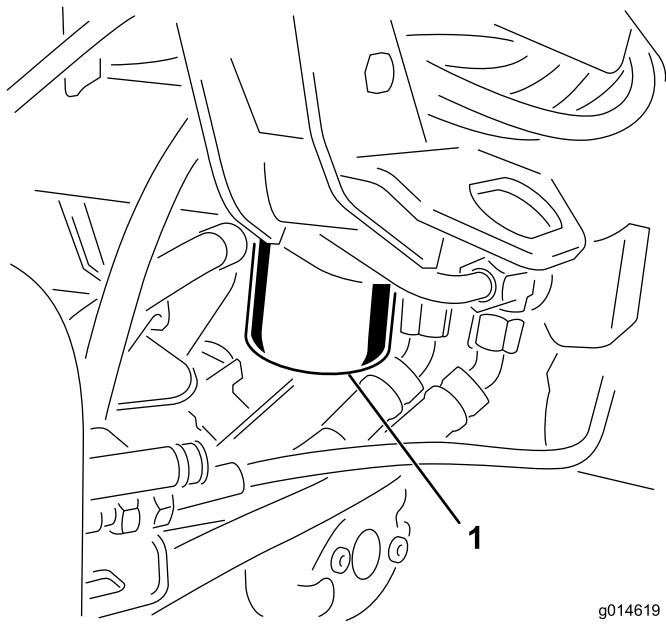

Figure 42
1. Nettoyez la zone autour de la surface de montage du filtre (Figure 42). Placez un bac de vidange sous le filtre et enlevez le filtre.